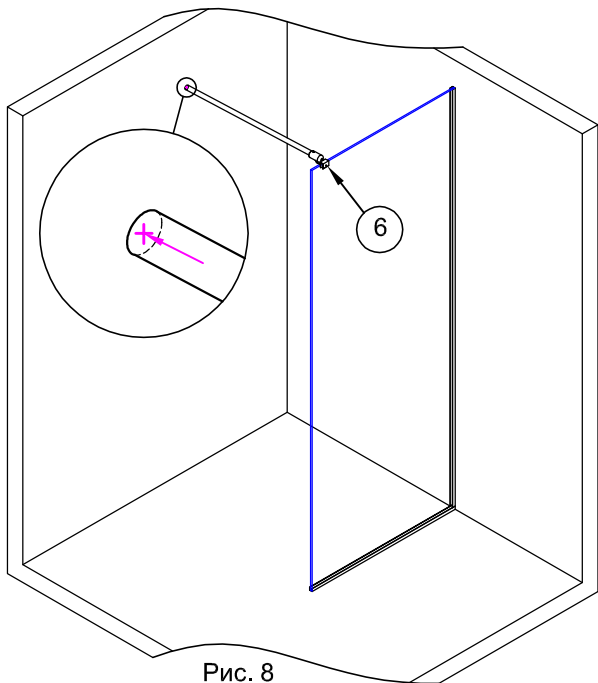

Рис. 8
4.2. Установить собранную штангу на стекло панели №1. Отступ от внешнего угла стекла до держателя штанги №6 50 - 100 мм. Временно зафиксируйте на стекле держатель штанги, закрутив винт шестигранным ключом (рис.8).
4.3. При помощи уровня обеспечить горизонтальное положение штанги. На противоположной стене отметить положение оси штанги (рис.8).